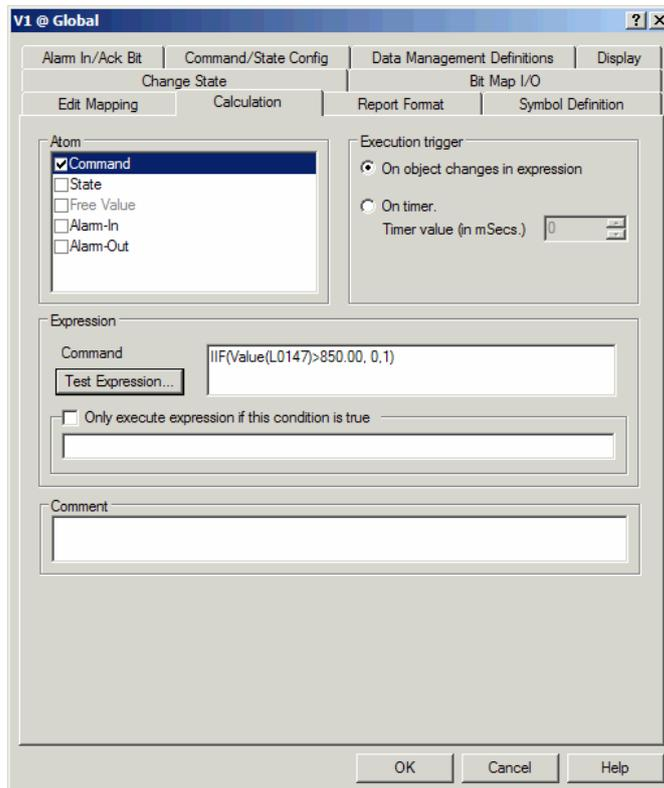

Рис. 3.44. Выражение для вычисления на закладке Calculation.
4. В поле для выражения введите $IIF(Value('L0147') > 850.00, 0, 1)$. Закладка должна выглядеть так, как показано на рис. 3.44.